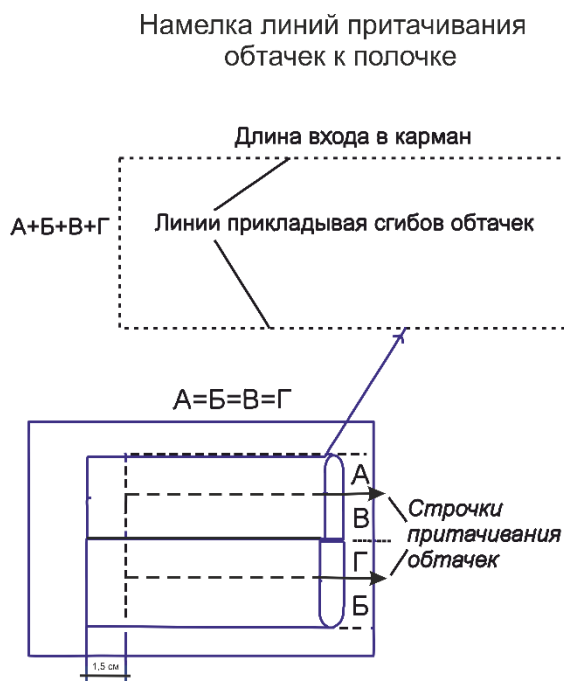

Рис. 3
6.1 Наметьте место расположения кармана (карманов). Рис.3
6.2. Заутюжьте обтачки пополам. Наметьте на них линии притачивания к полочке (см. рис.3). Длина обтачек равна длине входа в карман плюс 3 см. Ширина обтачек – 0,7 см, умноженное на 4.
12. Обтачайте бортовой срез левой полочки и уступ лацкана левой полочки подбортом (Рис. 3).